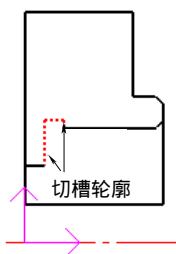

图 4-207 拾取切槽加工工件表面轮廓
4) 拾取加工轮廓。当单击切槽参数表中的“确定”按钮后，在状态栏中系统提示用户拾取被加工工件表面轮廓，单击立即菜单，在其下拉菜单中选取“单个拾取”方式，拾取切槽加工工件表面轮廓，如图 4-207 所示，所有选择的线条都变成了红色，然后单击鼠标右键结束被加工工件表面轮廓的拾取。